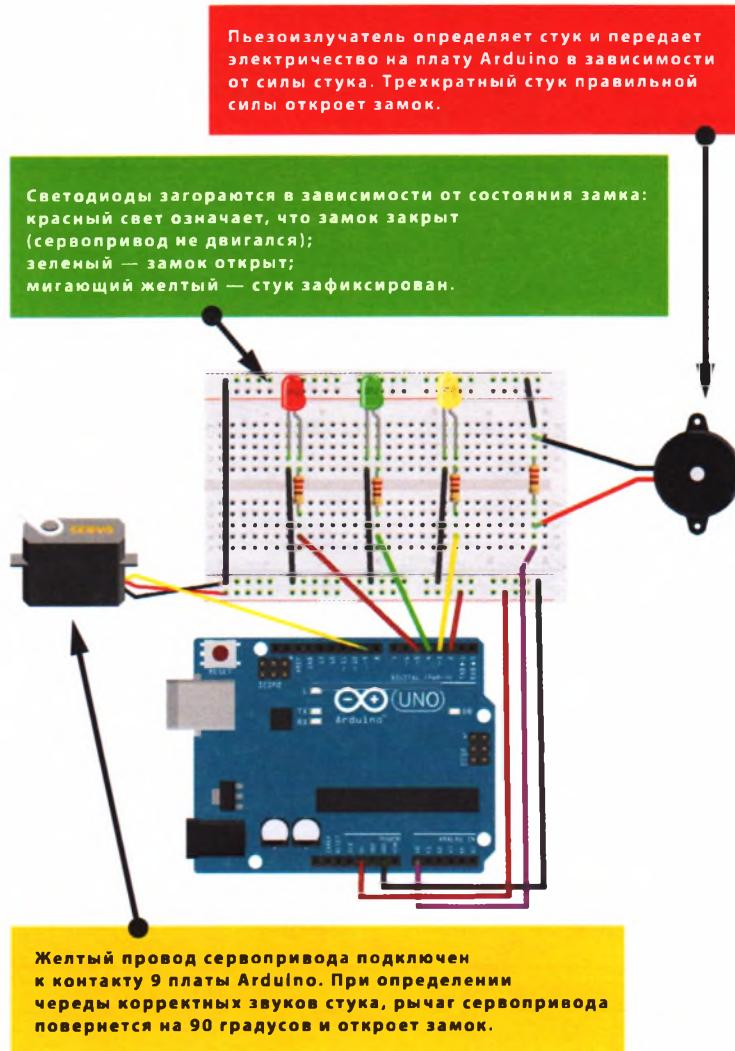

РИСУНОК 9.2
- Убедитесь, что ваша цепь соответствует схеме на рис. 9.2, а затем загрузите в память Arduino код скетча, приведенный в разделе «Скетч» далее в этом проекте.